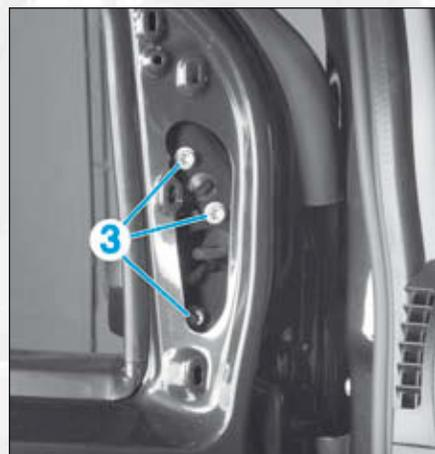

FIG.52
- Déposer les vis (3) de fixation du rétroviseur (Fig.52).